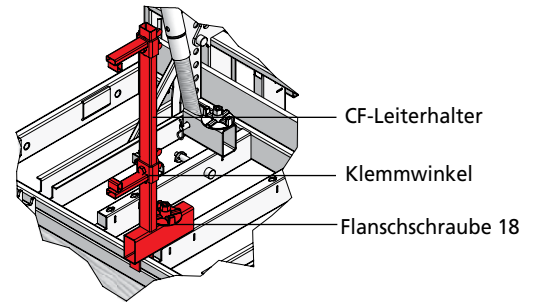

Abb. 9.2
2. Den Leiterhalter mit einer Flanschschraube 18 an die Funktionsstrebe montieren (Abb. 9.2).